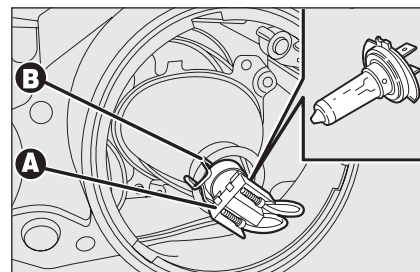

fig. 29
- scollegare il connettore elettrico **A-fig. 29**;
- rimontare la nuova lampada quindi riagganciare la molletta fermalamпада **B-fig. 29**;